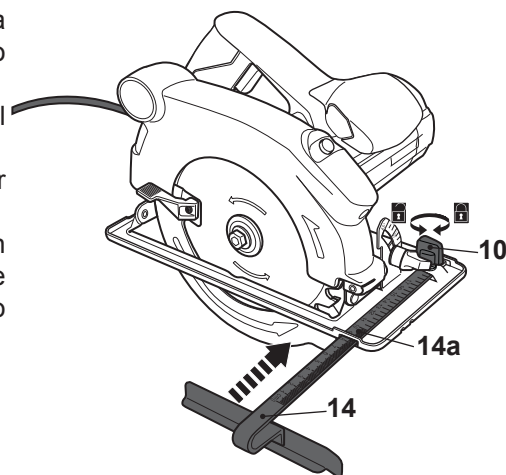

Fig. 3
- > Afloje la perilla de fijación de la guía paralela (10) girándola en sentido antihorario.
- > Alinee la guía paralela (14) al soporte e insértela (Fig. 3).
- > Fije la guía paralela (14) en posición apretando la perilla de fijación de la guía paralela (10) en sentido horario.